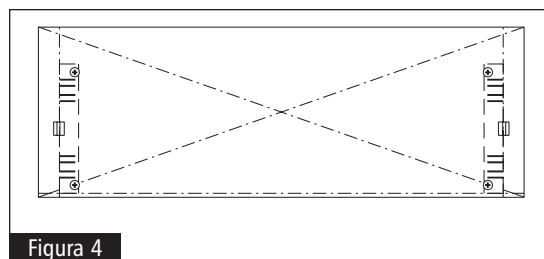

Figura 4
- 4** Mida hasta 1/8" desde el borde inferior de la cubierta del cajón y dibuje una línea paralela a el borde inferior de la cubierta del cajón. Coloque un sujetador DDF hembra a cada lado de la cubierta del cajón con los bordes dentro de las líneas que van a los lados y al fondo de la cubierta del cajón y orientadas tal como se muestra. Taladre orificios piloto de 3/32" de diámetro y 3/8" de profundidad, y coloque los tornillos que se incluyen. Vea la figura 4.